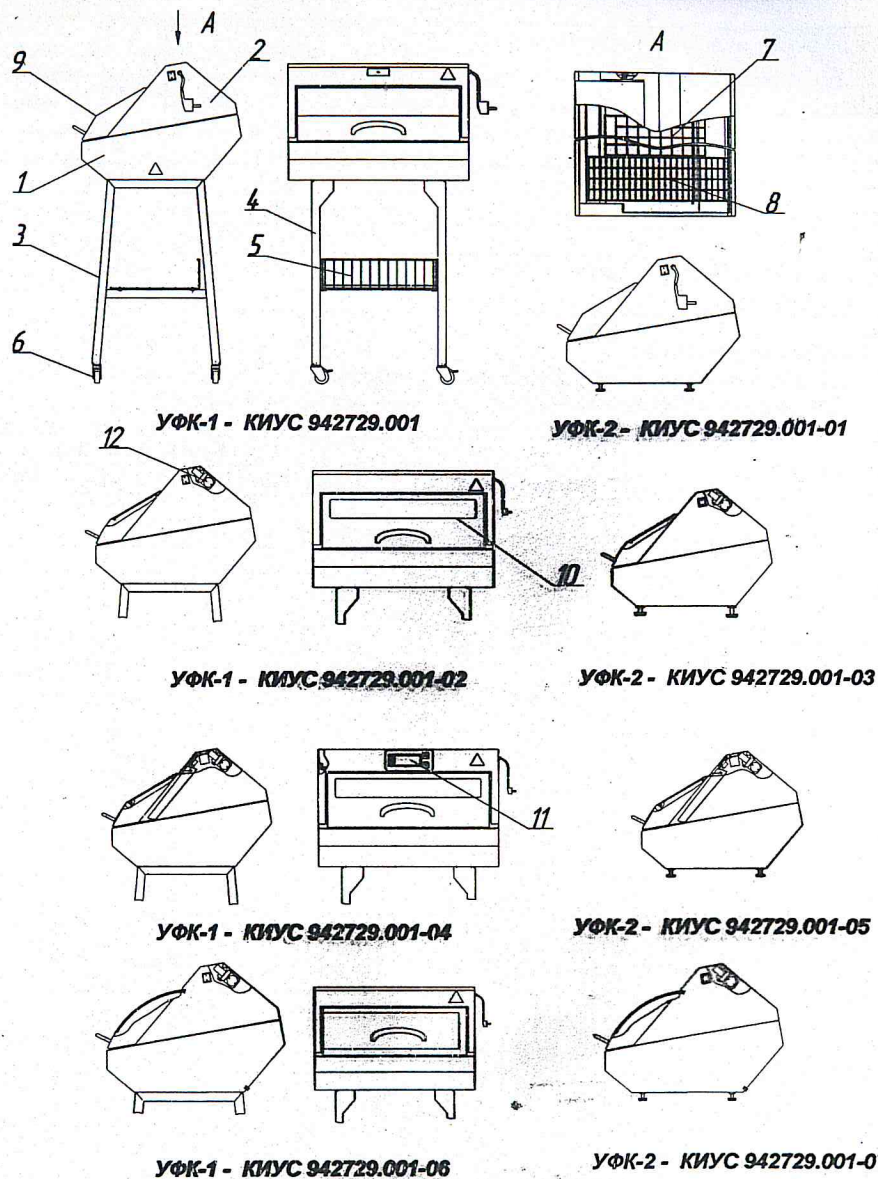

Рисунок 1 – Внешний вид ультрафиолетовых камер для хранения стерильных инструментов «УФК-1», «УФК-2».
1.4.2 Камеры УФК-1 (см. рисунок 1), смонтированные на каркасах 3 и 4, УФК-2 с ножками, состоят из: